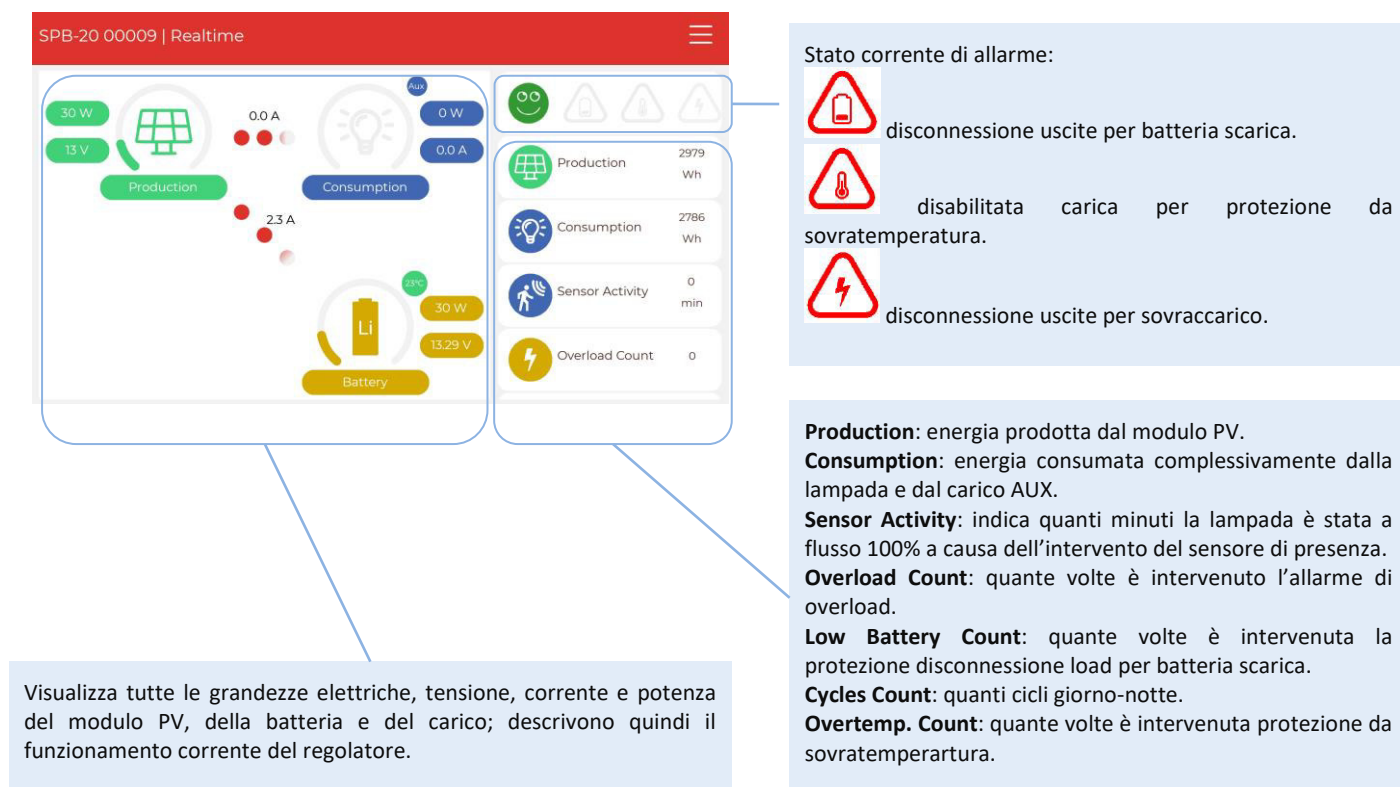

Fig.4 – Schermata Realtime
- Realtime → Visualizza lo stato di funzionamento corrente - *Fig.4*
Reset Contatori: resetta i contatori di energia visibili sulla schermata realtime (Fig.4).
- Verificare che, in condizioni di modulo PV irradiato dal sole, la batteria carichi corrente, quindi nella schermata realtime (Fig.4) ci sia un flusso di corrente dal modulo PV alla batteria.
- Verificare corretta accensione della lampada. Nella schermata realtime (Fig.4) tenere premuta l'icona lampada per far apparire la finestra *test mode*. Attivare la modalità test mode **Test Mode** della lampada e impostare il livello di flusso lampada e verificare che la lampada si accenda. Si può testare l'uscita AUX attivando la modalità test su AUX **Aux Port**.